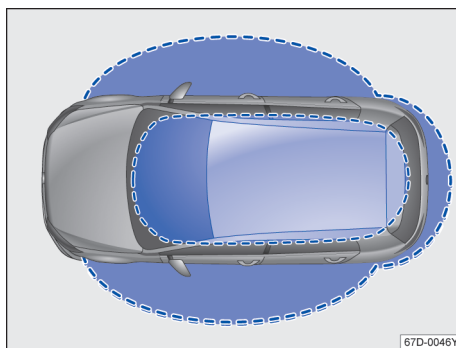
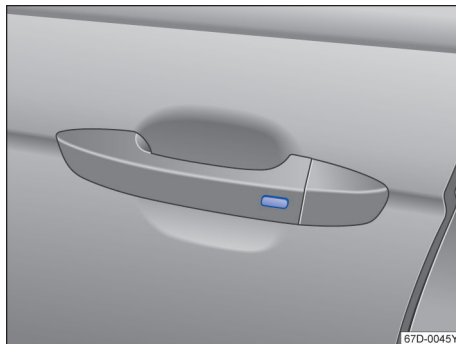

图 46 无钥匙进入闭锁/启动系统：工作范围
图 47 无钥匙系统 Kessy：车门拉手上的按钮
Kessy 是一种无钥匙系统，它可以实现在不操作遥控钥匙的情况下解锁或锁止汽车。操作者只需随身携带一把有效遥控钥匙，并处于车门或行李厢盖的有效感应区域内→图 46，同时按压车门拉手上的按钮→图 47 或按压行李厢盖上的按钮即可实现。
如果有一把有效遥控钥匙在有效感应区域内→图 46，则无钥匙系统 Kessy 会将访问权限授予该钥匙。紧接着可以在不主动操作遥控钥匙的情况下执行以下功能：
- 按压驾驶员或副驾驶员车门拉手上的按钮 → 图 47 一次。
- 按压车门拉手上的按钮 → 图 47 一次，汽车锁止。
如果汽车已锁止并且一把有效汽车钥匙位于行李厢盖的接近范围内→图 46，行李厢盖在通过把手按钮打开时会自动解锁。